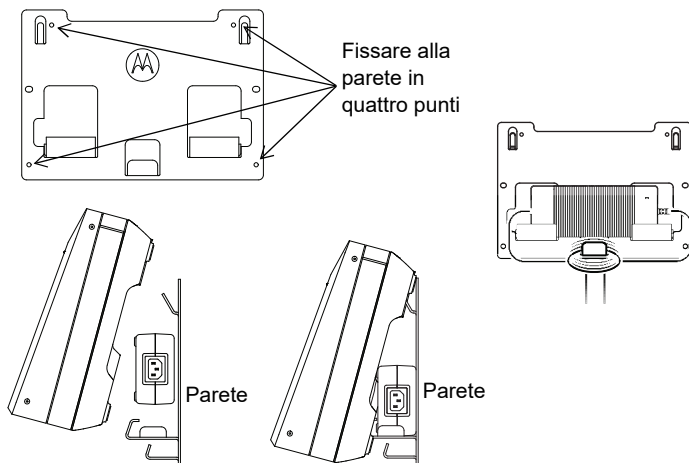

Figura 10: Montaggio del caricabatteria multiunità alla staffa a parete
4. Agganciare il caricabatteria multiunità alla staffa a parete come mostrato nella Figura 10.